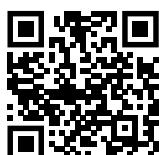

Fig. 122
- ▶ Zaženite aplikacijo **Liebherr SmartMonitoring Dashboard**. (glejte Fig. 122)